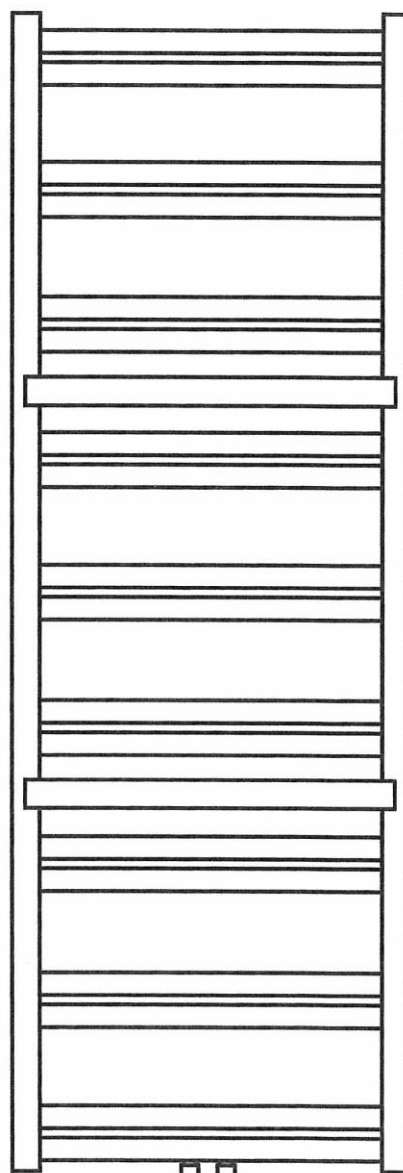

Fig.2
1. Grzejnik listwowy w drugiej odmianie – pokazanej na Fig. 2 w widoku z przodu – posiada 9 zestawów po 2 szt. listew grzejnych oraz dwa relingi, przy czym są one rozmieszczone – patrząc od góry grzejnika – w następującej kolejności: trzy radiatory od góry, jeden reling, trzy radiatory pośrodku, drugi reling i trzy radiatory od dołu grzejnika.